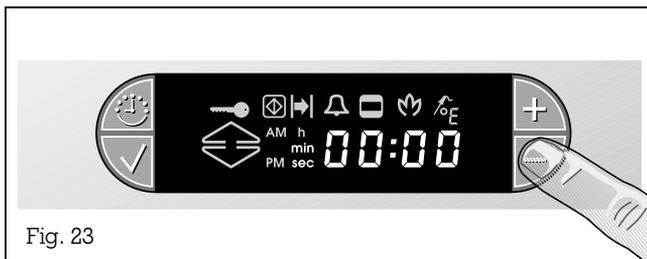

Fig. 23
- Azionate il tasto - mentre l'apparecchio è acceso (Fig. 23).